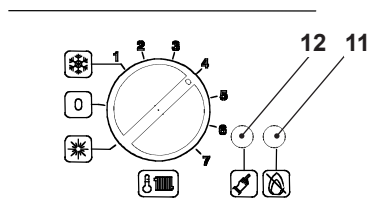

рисунок 3.2
**Если загорается индикатор блокировки** это означает, что сработала блокировка безопасности 11 (рисунок 3.2) и остановила работу котла
Чтобы снова запустить котел, необходимо нажать кнопку повторного включения котла 12 (рисунок 3.2).